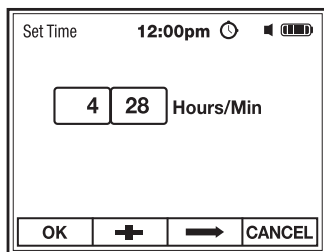

Fig. 28
2. Utilice el botón de función **F2 +** para establecer el valor numérico (resaltado en rojo), (Fig. 28).
3. Utilice el botón **F3 ⇌** para seleccionar Horas o Minutos (Fig. 28).
4. Pulse el botón **F1 OK** para guardar la configuración y volver al Menú de Fecha/Hora (Fig. 28).